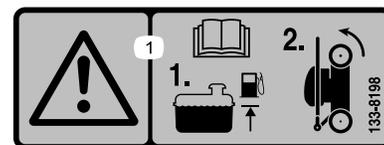

Figure 21
1. Assurez-vous que le niveau de carburant dans le réservoir ne dépasse pas celui recommandé par le constructeur du moteur ; reportez-vous à l'autocollant du constructeur apposé sur le moteur (Figure 21).